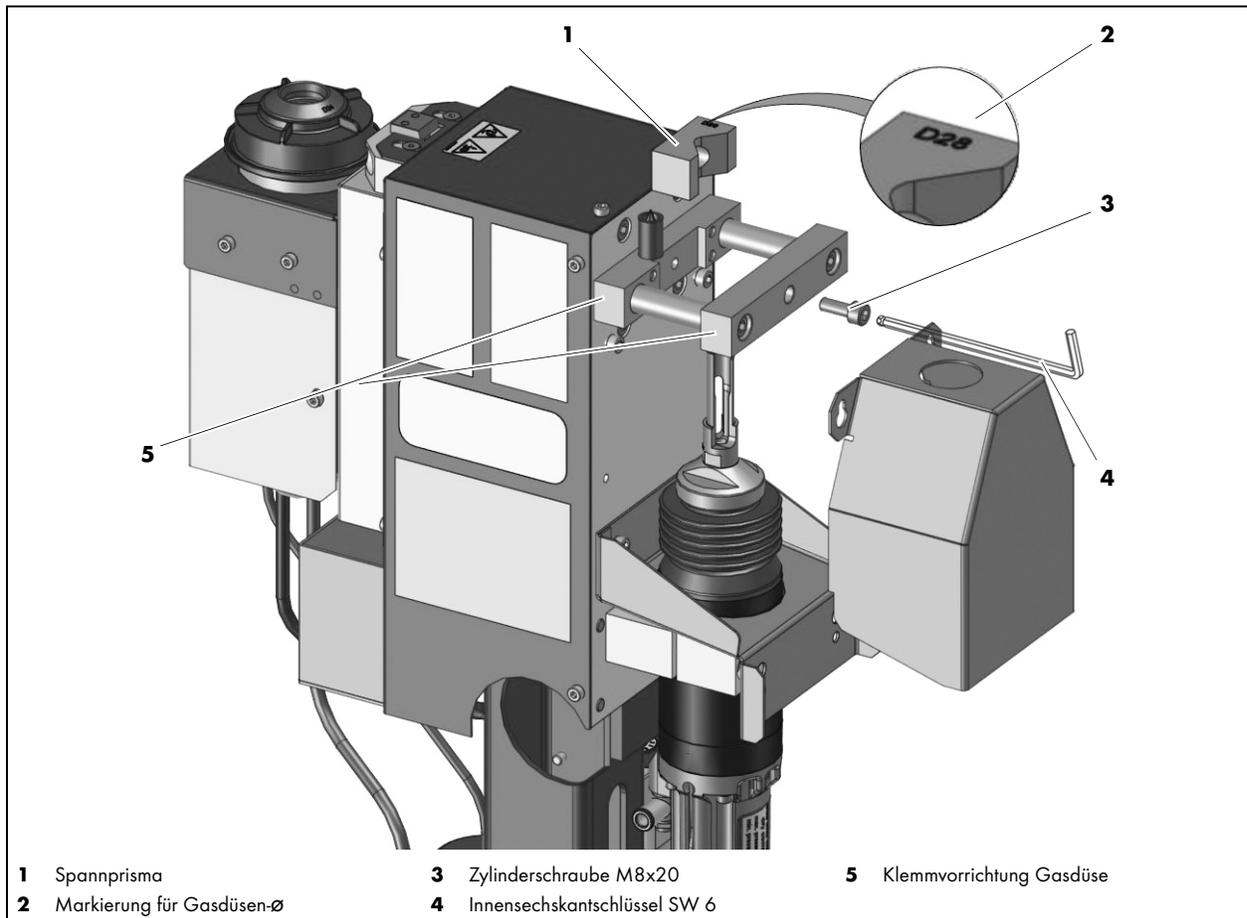

Abb. 15 Prisma befestigen
- Beachten Sie, dass passend zum Gasdüsendurchmesser das richtige Spannprisma (1) montiert ist. Den Durchmesser des Prismas können Sie auf dem Prisma finden.
□ Abb. 15 Prisma befestigen auf Seite DE-23, Pos. (2)